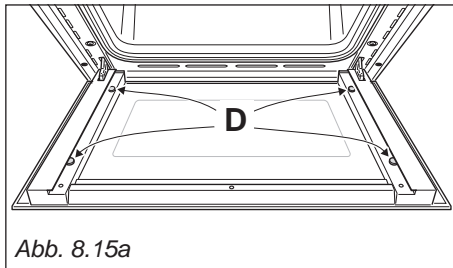

Abb. 8.15a
WICHTIG: Um Bruchschäden oder ein Verrutschen der vier Gummiauflagen „D“ zu vermeiden, empfiehlt es sich, diese beim Entfernen des Glases mit einem Finger in Position zu halten (Abb. 8.15a).
- Achten Sie auf die korrekte Position der vier Abstandshalter aus Gummi ("D" in Abb. 8.15a).